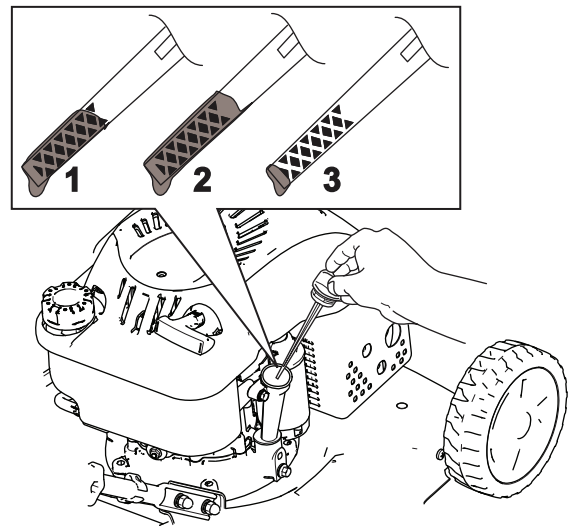

Figure 7
2. Tournez le bouchon dans le sens antihoraire et sortez la jauge (Figure 7).
7. Relevez le niveau d'huile indiqué sur la jauge (Figure 7).